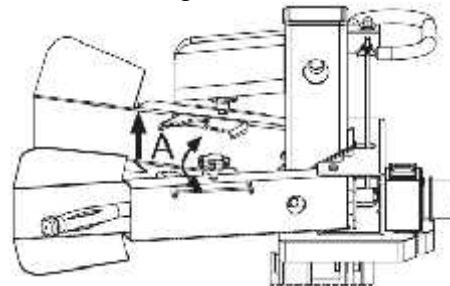

Fig.15
b) Réglez les supports de bûche (Fig.15 repère A) selon le diamètre de la bûche jusqu'à obtenir une prise en mains confortable des leviers de contrôle.